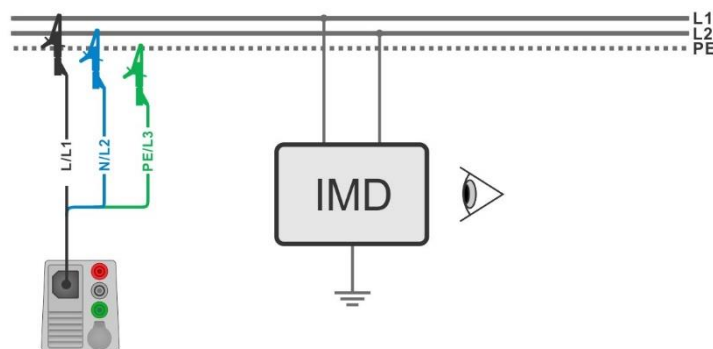

Abbildung 7.115: Anschluss mit 3-Leiter Prüfadapter
- › Schließen Sie den 3-Leiter Prüfadapter am Prüfling an, siehe **Abbildung 7.115**.